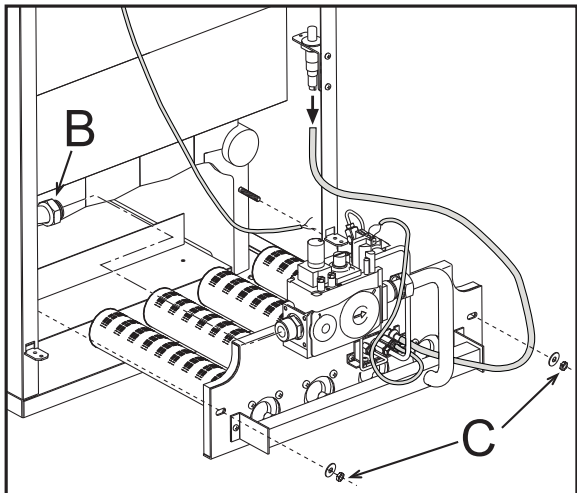

рис. 7
- Развинтите гайку "В" крепления трубы подвода газа перед газовым клапаном (рис. 7).